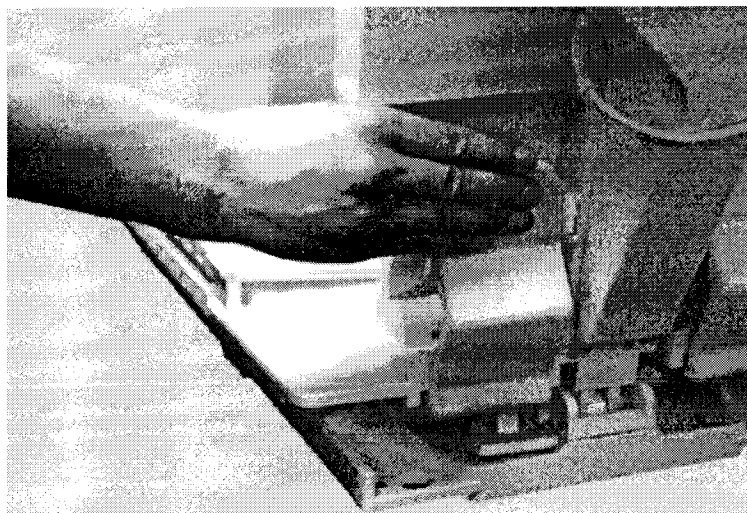

рис.5
**Модель с фиксированной ручкой на спинке подъемника (рис.5):**